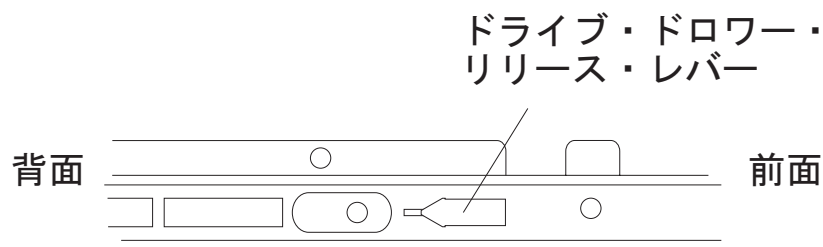

図 59. ドライブ・ドロワーの側面にあるドライブ・ドロワー・リリース・レバー
- d. ドライブ・ドロワーの両側面にあるドライブ・ドロワー・リリース・レバー (図 59 を参照) を手前にスライドさせ、ドライブ・ドロワーをエンクロージャーから取り外します。